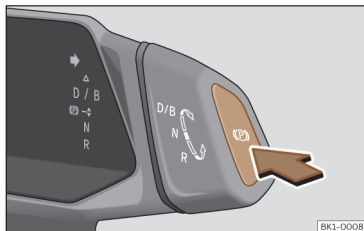

Fig. 125 Nel selettore del cambio: tasto del freno di stazionamento elettronico.
- A veicolo fermo, premere il tasto **P** >>> **fig. 125**.
- Premere il tasto **P** >>> **fig. 125**. Si inserisce il freno di stazionamento elettronico.